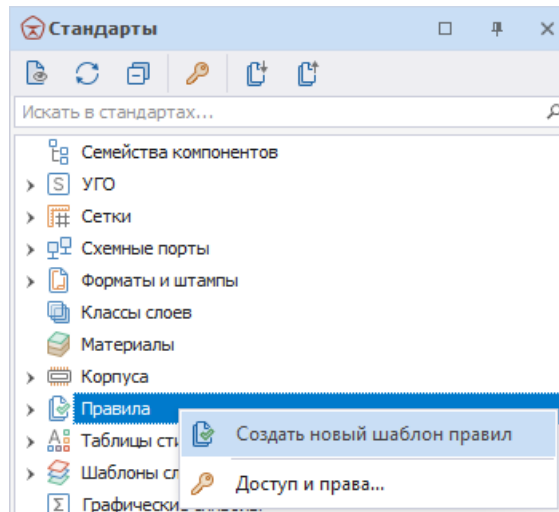

Рис. 97 Создание нового шаблона правил
1. Вызовите контекстное меню с узла «Правила» и выберите пункт «Создать новый шаблон правил», см. Рис. 97.